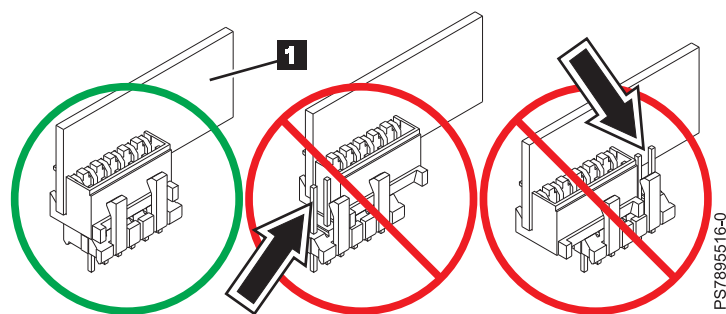

図 28. 管理カードの取り付け
管理カード (図 28 の **1** で示す) を取り付けるには、次の手順に従ってください。
4. 管理カード（65 ページの図 28 の **1** で示されています）を挿入し、カードがコネクタ上にしっかりと差し込まれていることを確認して、メイン・ボードに向けて完全に押し下げます。